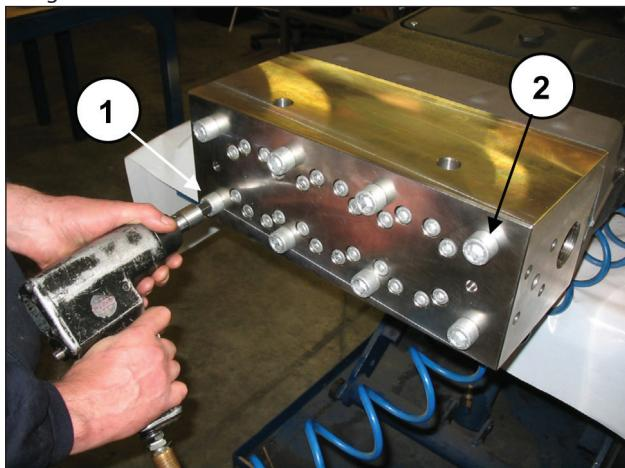
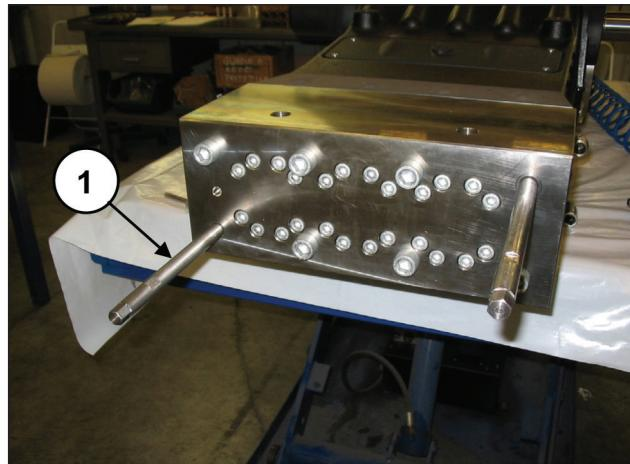

Abb. 97
Abb. 98
Lösen Sie zwei diametral entgegengesetzte Befestigungsschrauben des Kopfs M16x320 (Pos. ① e ②, Abb. 97) ersetzen Sie diese durch zwei Wartungsschrauben - Stifte (Art.27540200) (Pos. ①, Abb. 98), nehmen Sie dann die übrigen Schrauben ab.